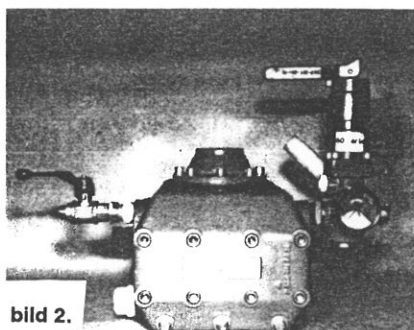

bild 2.
- Bild 2 och 3. Montering av pumparmaturen kan göras på höger eller på vänster sida av pumpen. Armaturen kan monteras valfritt stående eller liggande. Den går att vrida runt hålskraven.